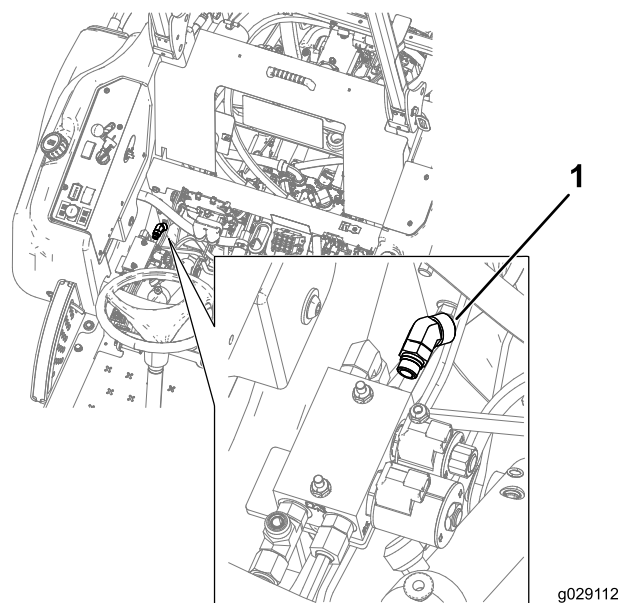

Figura 19
- Sollevate il sedile della macchina e montate il raccordo a 45°, come illustrato nella Figura 19.